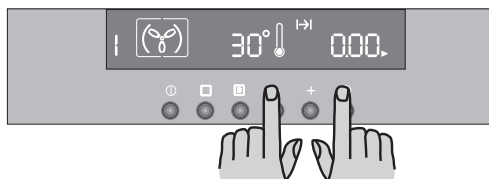

Рис. 13
- Нажимайте кнопку “-”, для уменьшения времени до тех пор, пока на дисплее не высветится “0.00” (Рис. 13).